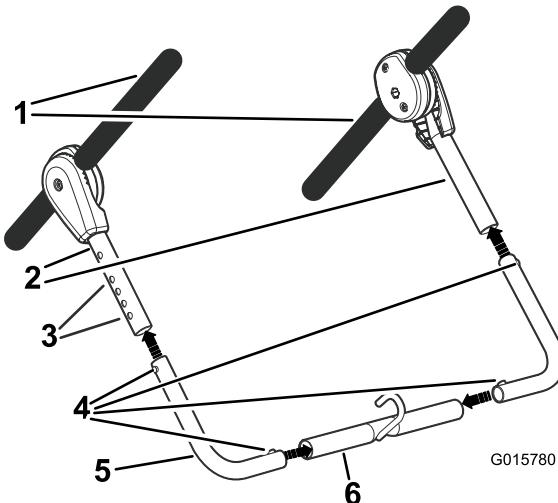

Figure 3
- Fixez les tubes d'angle au tube d'attelage en appuyant sur les goupilles Valco et en les verrouillant en place dans les trous Valco (Figure 3).
- Fixez les tubes d'angle au tubes verticaux en appuyant sur les goupilles Valco et en les verrouillant en place dans les trous Valco (Figure 3).